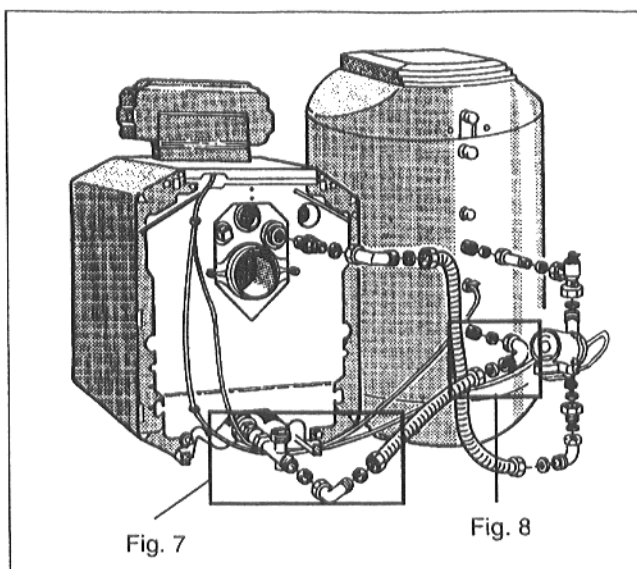
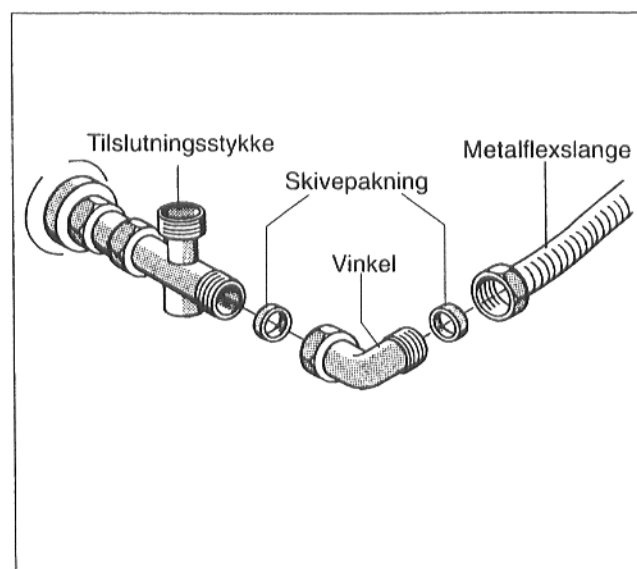
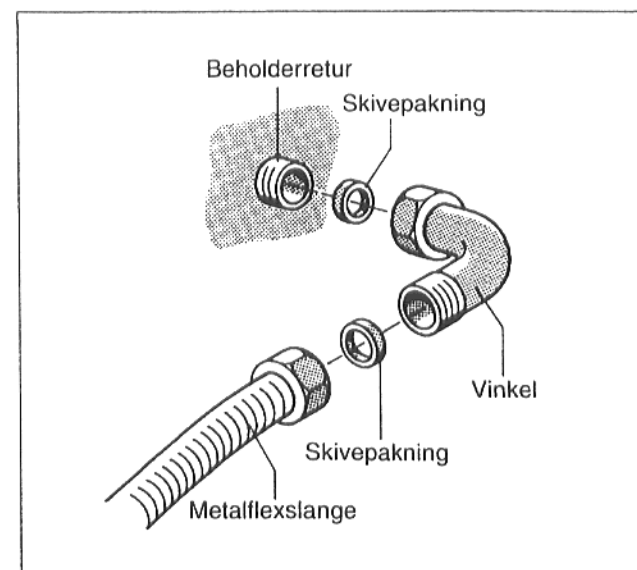

Fig. 6
Fig. 7
Fig. 8
- Skivepakning lægges ind i omløberen på en vinkel, som skrues fast på den bageste udgang af tilslutningsstykket (leverance kedel) på kedlens retur (Fig. 6, Fig. 7).
- Skivepakning lægges ind i omløber på metallflexslange (kort slange), som skrues fast til vinklen på tilslutningsstykket til kedlens retur (Fig. 6, Fig. 7).
- Skivepakning lægges ind i omløber på den sidste vinkel, som derefter skrues fast til beholderens retur (Fig. 6, Fig. 8).
- Skivepakning lægges ind i den anden omløber på metallflexslangen, som derefter skrues fast på vinklen (Fig. 6, Fig. 8).